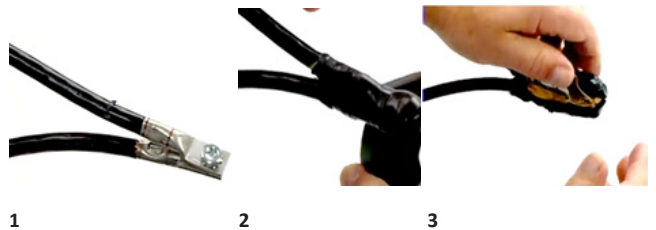

Figura 3 Un buen método de aislamiento de conexiones permite un fácil retiro futuro
- Tenga en mente que en un futuro tendrá que desconectar el motor para alguna labor de mantenimiento, por lo tanto, asegurar que la conexión puede abrirse sin requerir trabajos innecesarios (Ver Figura 3, donde muestra cómo se debe retirar el aislante de las conexiones).